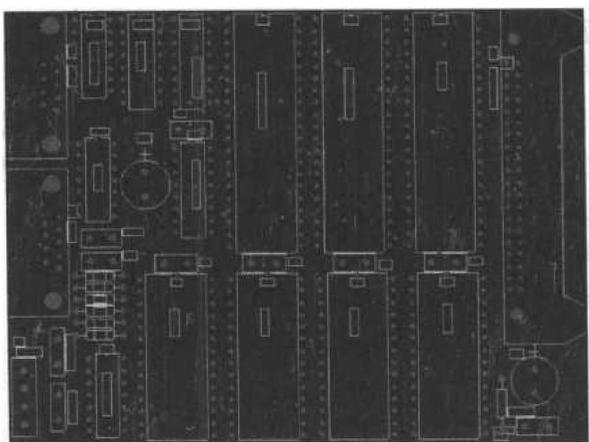

图 1-2 印刷电路板设计实例
(2) 印刷电路板设计系统 (Advanced PCB)，它主要用于印刷电路板的设计。图 1-2 所示是 Protel 98 的一个设计实例。